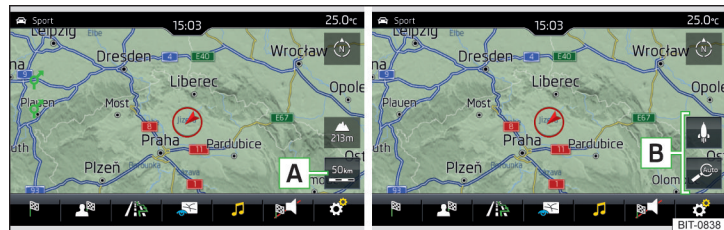

Fig. 220 Suprafețele de comandă funcții pentru modificarea scării hărții
► Atingeți scurt suprafața de comandă funcții **A** » fig. 220.
În zona **B** » fig. 220 sunt afișate suprafețele de comandă funcții pentru modificarea scării hărții.